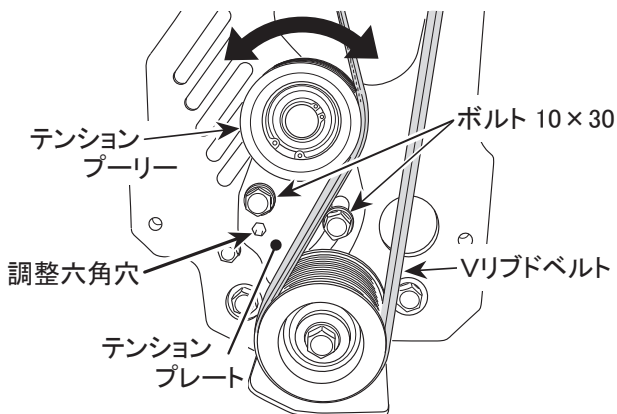

図 6
a. テンションプレートが動く程度に固定しているボルト10×30の2本をゆるめます(ボルトは外さないでください)。(図6)